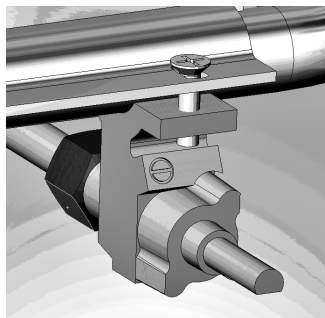

Рис.6 Кран газовый с винтом малого пламени
- б) винт крана «малое пламя» (расположен сбоку см рис. 6) закрутить по часовой стрелке до упора;